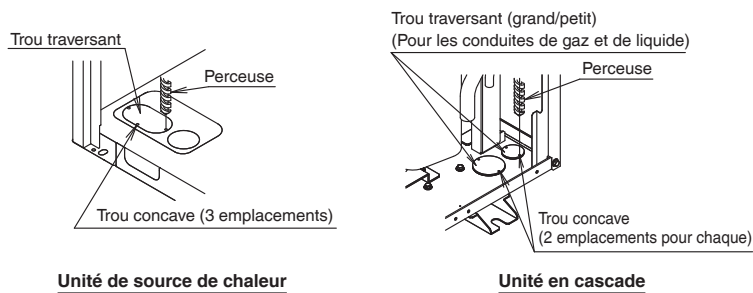

Fig. 11
- Percez un trou à l'aide d'un foret centré sur le trou concave du trou pré-perforé dans le cadre inférieur, puis ouvrez un trou traversant. (voir la Fig. 11)